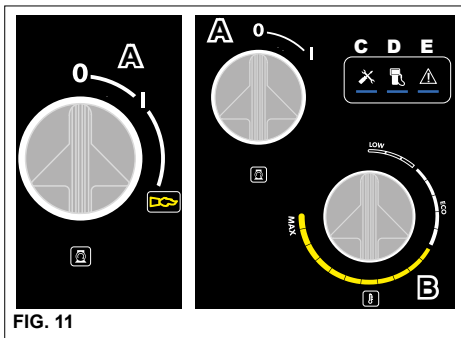

FIG. 11
N.B. Para poner a cero las señalizaciones, gire el interruptor general "A" hacia la pos "0" y después hacia la pos. "I" (Fig. 11).
Al final del funcionamiento «Fase vapor», gire termostato «B» a la posición «0 (fig.11), deje que el aparato se enfríe durante aprox. 3 minutos con la pistola abierta